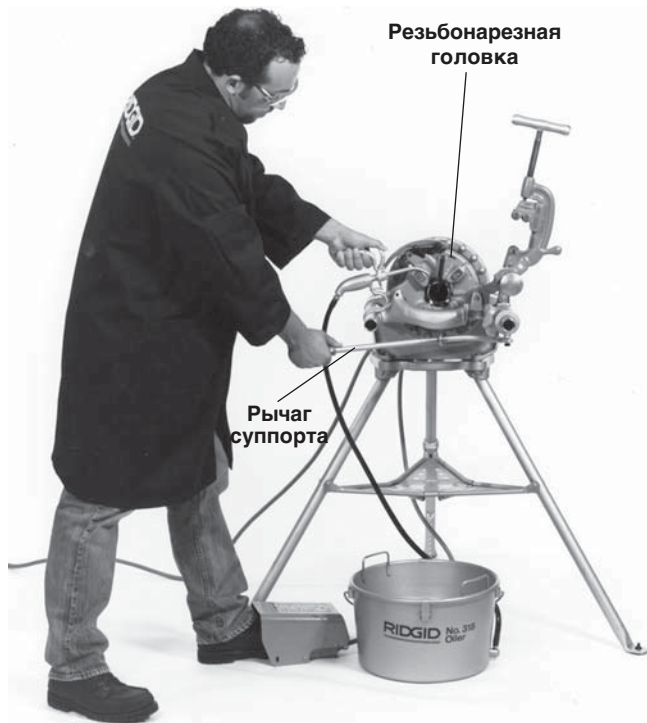

Рисунок 11 – Нарезание трубной резьбы с помощью быстро- или самооткрывающейся резьбонарезной головки
4. Примите правильную рабочую позу (рисунок 11).
1. Убедитесь, что труборез и зенковка находятся в задней части суппорта (рисунок 11).